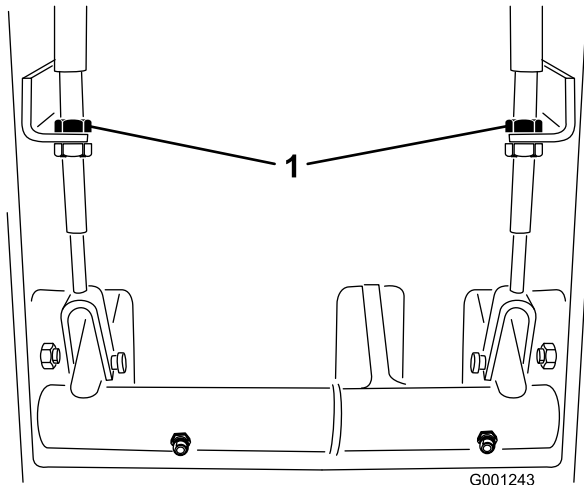

Bild 62
2. Lockern Sie zum Reduzieren des Spiels der Bremspedale die vordere Mutter am Gewindeende des Bremszugs (Bild 62). Ziehen Sie dann die hintere Mutter fest, um den Zug nach hinten zu bewegen, bis die Bremspedale ein Spiel zwischen 13 und 25 mm aufweisen.